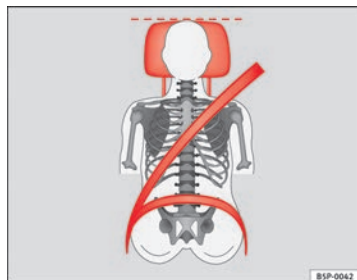
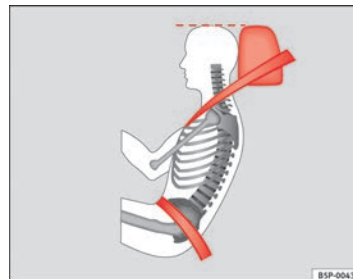

Fig. 86 Visto de frente:
Fig. 87 Visto de lado:
- Ajuste el apoyacabezas de modo que el borde superior del mismo quede a la misma altura que la parte superior de la cabeza, como mínimo a la altura de los ojos ⇒ fig. 86 y ⇒ fig. 87.